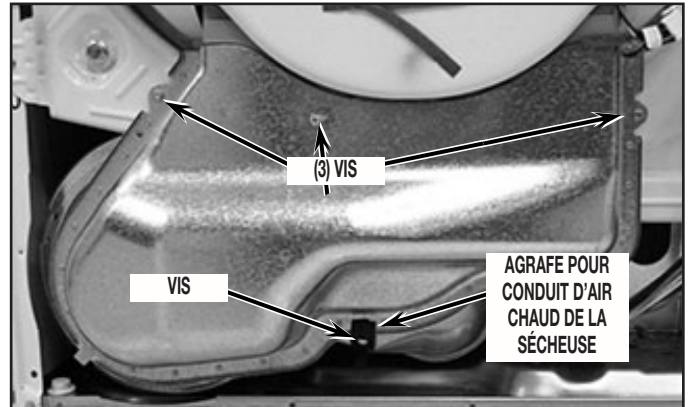

FIGURE 13
13. Ôter le conduit d'air chaud de la sécheuse : ôter d'abord les quatre (4) vis de fixation et l'agrafe identifiées à la Figure 13.